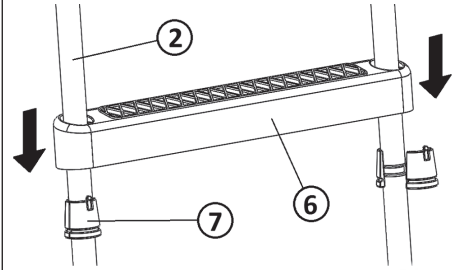

fig. 5
**ПРИМЕЧАНИЕ:** Действуйте от нижнего конца ножек вверх. Следите за тем, чтобы подошвы по отношению к ножкам были ориентированы одинаково. После сборки подошвы уже нельзя будет демонтировать без повреждения. Ножки симметричны, однако их два отверстия (для поручня и площадки) должны быть направлены вверх. (рис. 5).
На нижние концы ножек [2] наденьте пластмассовые опорные наконечники [4] и прикрепите их болтами [12], а также гайками [14] (Рис. 5).